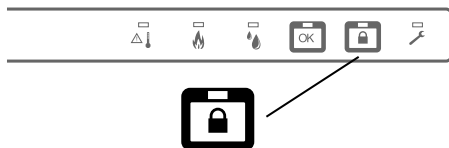

Fig. 10
2. Trykk og hold låsesymbolet, Fig. 10.